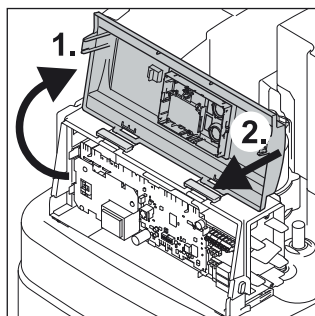

Figura 4-22 Abrir la moldura frontal y colocarla en posición de montaje.
- Girar la montura frontal 180° y colocar en la carcasa del panel de conexiones (figura 4-22).